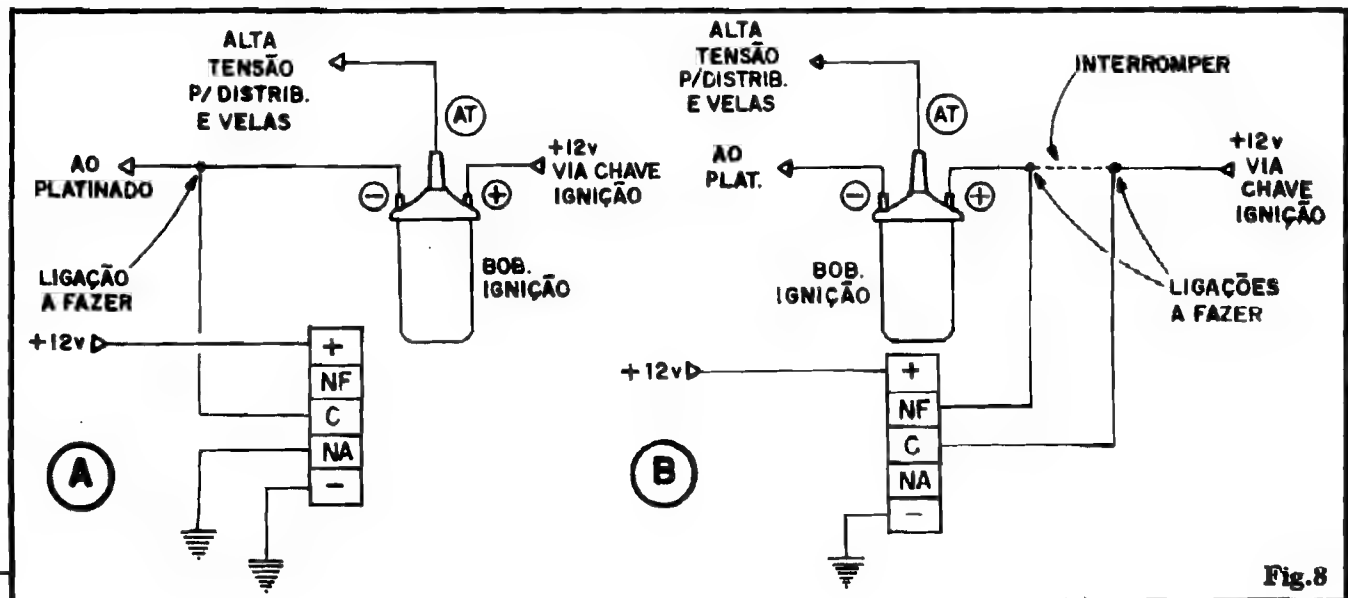

Fig.8
- FIG. 8 - INSTALAÇÃO DO "INIBIDOR DE IGNIÇÃO" - Conforme foi dito no início da presente matéria, dois sistemas são possíveis, dependendo do aproveitamento que fizermos dos contatos de utilização do relê... Em 8-A temos o arranjo para COLOCAR O PLATINADO EM "CURTO", ao fim da "carência" de 1 minuto do ARREC... Para sistemas de ignição convencional, esse é o melhor método... Se, contudo, o carro for dotado de ignição eletrônica, talvez seja mais prático o método ilustrado em 8-B, onde o ARREC, ao fim do minuto de "carência", corta a alimentação CC do sistema de ignição... Nesse caso será necessário interromper a conexão original, entre a chave de ignição e a bobina, efetuando-se nessa inter-
rupção, as ligações do ARREC-II. Observar (é IMPORTANTE, isso...) que no primeiro caso (8-A) usamos os terminais "C" e "NA" para a inibição", enquanto que no segundo (8-B) são usados os terminais "NF" e "C". Notar também quais terminais devem ou não ser ligados à "massa" do veículo... Ainda na fig. 8 temos as indicações das conexões gerais de alimentação do ARREC-II, feitas, obviamente, aos terminais "+" e "-". Observem que o ARREC-II não precisa (nem deve ter) um interruptor geral de alimentação, sendo que o único controle para momentânea desativação é feito pelo push-button de REARMAR (com atuação e instalação já descritas...). O consumo de Corrente em stand by é igualzinho ao resultado de "CPI para casos de corrupção no alto escalão", ou seja: PRATICAMENTE NADA, assim não há o menor problema (muito pelo contrário) do dispositivo ficar permanentemente energizado... Isso constituirá mais uma garantia de que o sistema estará sempre em plantão...